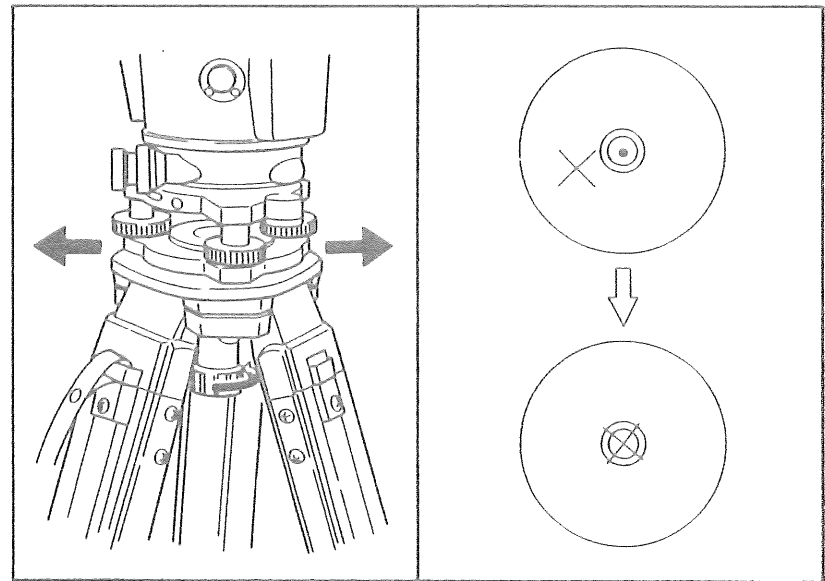

图 10
- ④平盤気泡管により、本機を整準します。機械の鉛直軸を鉛直にすることを整準といいます。平盤気泡管を用いて、IV項(p. 16)に示す要領で行います。
- ⑤測点が◎印の中心に入っているかどうかを確認します。
- ⑥微小量のズレは定心桿を緩め、本機を脚頭上で平行移動させて修正します。(図10)